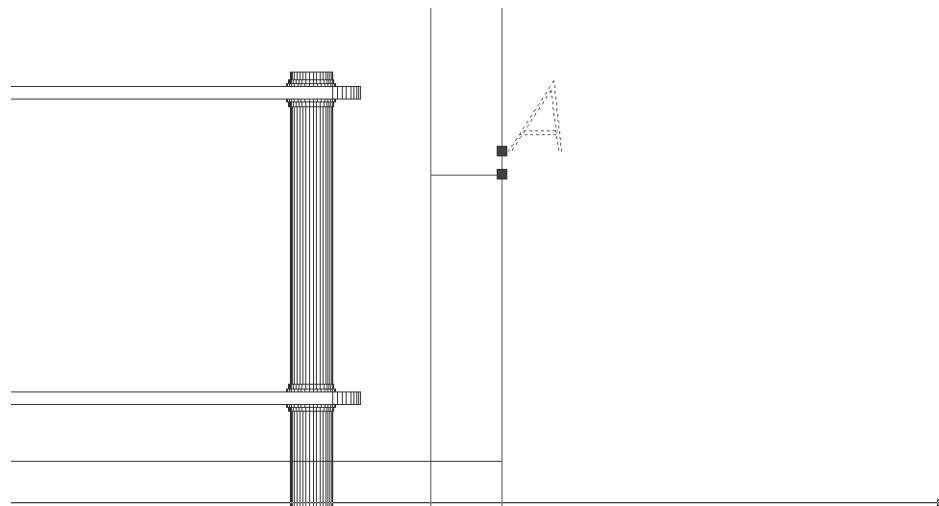

Рис. 10.15 ▼ Маркеры выделения текстового объекта обозначают точку вставки и точку выравнивания
6. Щелкните на букве А. Ее контур станет штриховым, а возле нее появятся два маркера, обозначающих точку вставки (правая оконечная точка штриха линии сечения), и точку, соответствующую выбранному режиму выравнивания. В том случае, если вы исправили режим выравнивания и вместо режима **Вниз по центру** (Bottom center) применили режим **Вниз влево** (Bottom left), маркеры будут расположены так, как показано на рис. 10.15.